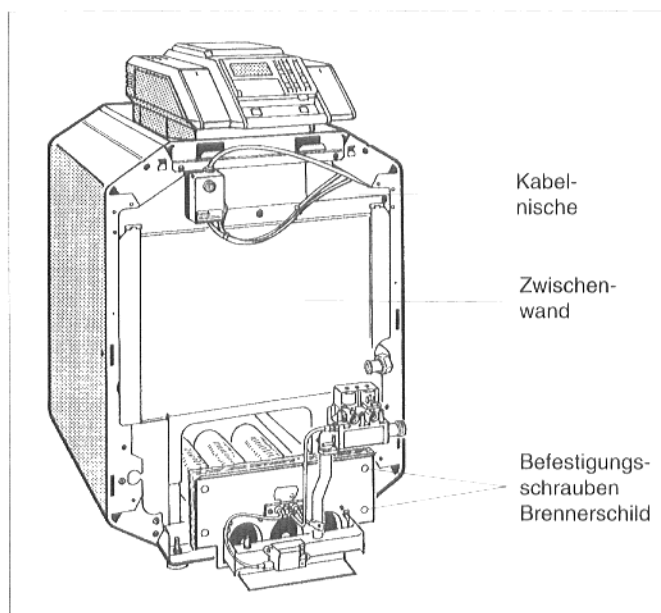

Abb. 37: Gasbrenner ausbauen
- Lose Leitungen in der Kabelnische verwahren (Abb. 37).
- Befestigungsschrauben am Brennerschild lösen und Gasbrenner herausnehmen (Abb. 37).
- Zwischenwand anheben, oben aushängen und entfernen (Abb. 37).